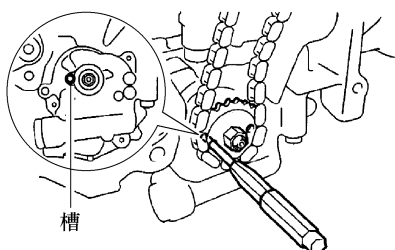

图 1-182 锁止机油泵齿轮
② 将一个直径为4mm的钢条插入机油泵驱动轴链轮的调节孔内，将齿轮锁止，然后拆卸螺母，见图 1-182。